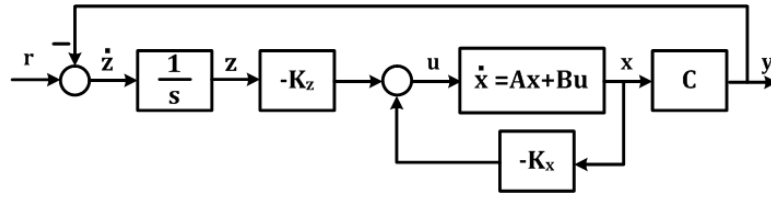

Figura 4: Schema bloc de implementare LQR servo
După ce se calculează matricile $\mathbf{K}_x$ și $\mathbf{K}_z$, implementarea legii de control se face conform schemei bloc din Figura 4.
3. Implementați sistemul de urmărire din Figura 4:
- (a) Calculați matricile sistemului extins $\mathbf{A}_e$, $\mathbf{B}_e$ conform relației (16). Ultima 'coloană' din matricea $\mathbf{A}_e$ și ultima 'linie' din $\mathbf{B}_e$ vor fi constituite din matrici de zerouri de dimensiuni corespunzătoare. Verificați controlabilitatea sistemului extins.
- (d) Implementați sistemul de urmărire din Figura 4.